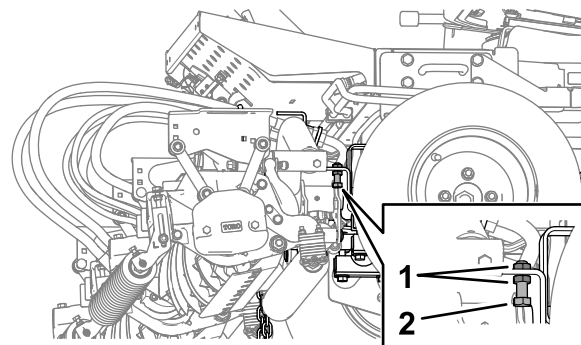

Figura 28
1. A cada lado de la máquina, afloje las tuercas autoblocantes y haga retroceder los pernos del tope del brazo de elevación (**Figura 28**).